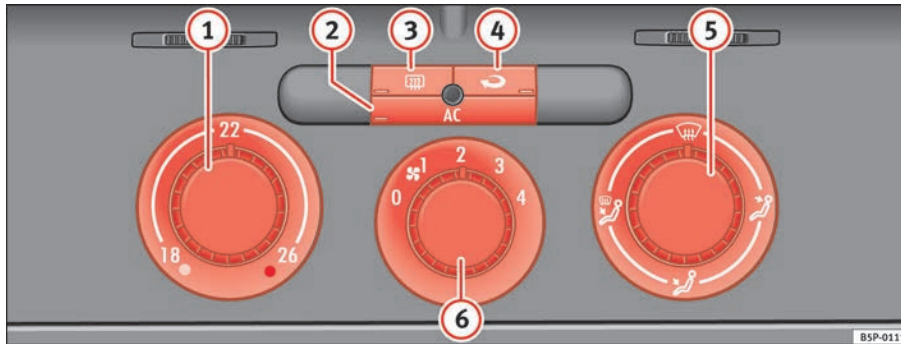

Abb. 127 In der Instrumententafel: Bedienelemente der Climatic
- Mit den Reglern ⇒ Abb. 127 ① und ⑤ und mit dem Schalter ⑥ stellen Sie die Temperatur, die Luftverteilung und die Gebläsestufe ein.
- Drücken Sie die jeweilige Taste ②, ③ oder ④, um eine Funktion ein- oder auszuschalten. Bei einer eingeschalteten Funktion leuchtet das Fenster unten an der Taste auf.
① Temperaturregler ⇒ Seite 156
② Taste **AC** – Kühlanlage ein-/ausschalten ⇒ Seite 156
③ Taste – Heckscheibenbeheizung. Etwa 20 Minuten nach dem Einschalten wird die Beheizung automatisch ausgeschaltet. Sie lässt sich vorzeitig durch Drücken der Taste ausschalten.
④ Taste – Umluftbetrieb ⇒ Seite 158
⑤ Luftverteilungsregler ⇒ Seite 156
⑥ Gebläseschalter. Der Luftstrom ist in vier Stufen einstellbar. Das Gebläse sollte immer bei langsamer Fahrgeschwindigkeit in niedriger Stufe mitlaufen.
- Schalten Sie die Klimaanlage mit der Taste $\Rightarrow$ Seite 155, Abb. 127  ein.